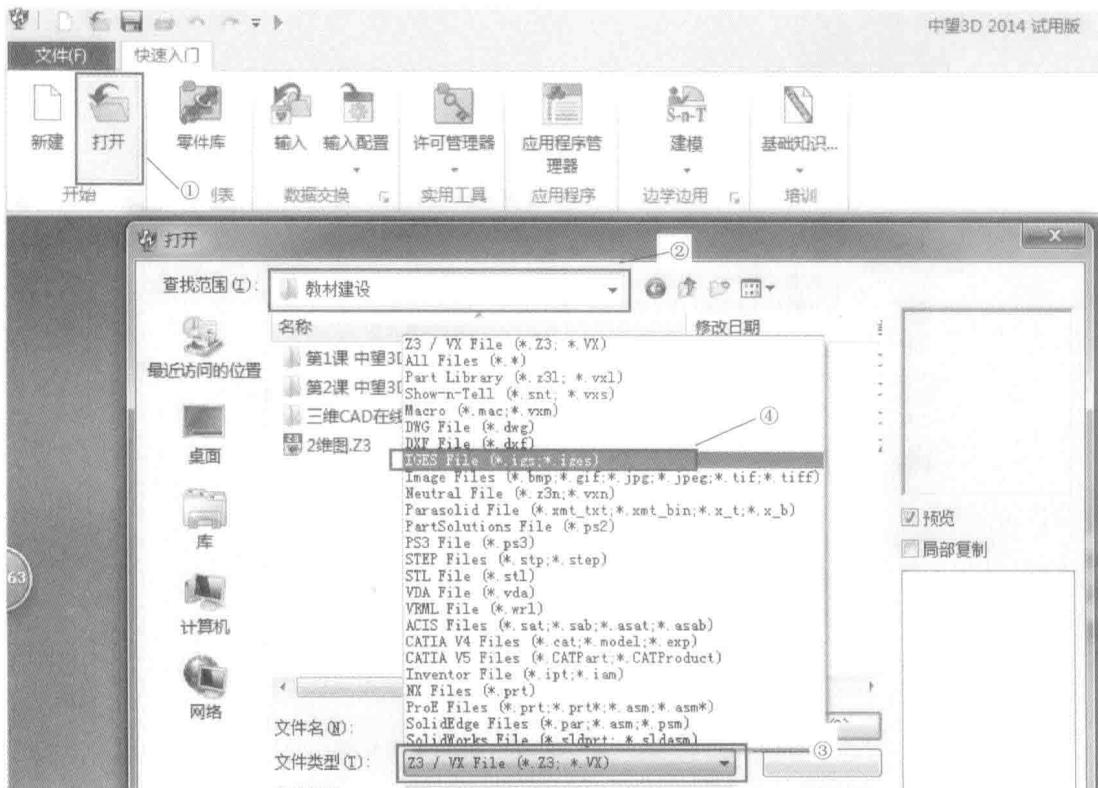

图 1-10 打开文件操作界面
- ② 选择文件存储位置。
- ③ 选择文件类型。
- ④ 选择 Z3 格式文件或第三方软件格式文件，双击要打开的文件即可，如图 1-10 所示。